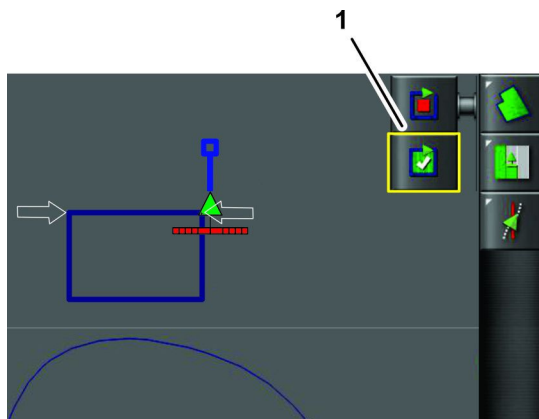

Figure 50
6. Placez la partie centrale extérieure de la roue avant gauche sur le dernier point et arrêtez la machine (Figure 50).
7. Appuyez sur l'icône TERMINER L'ENREGISTREMENT DE LIMITE DE CHAMP (Figure 50).